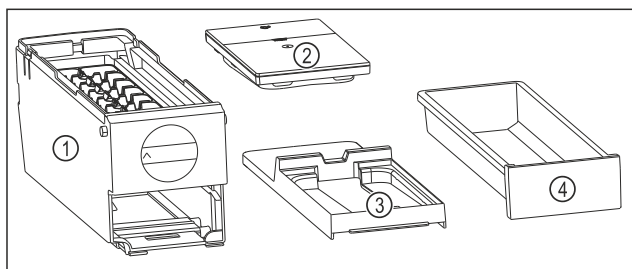

Fig. 78 Съставни части на EasyTwist-Ice
- ▷ EasyTwist-Ice е разглобен на четири части. (виж Fig. 78)
- ▶ Разглобявайте EasyTwist-Ice само на изобразените съставни части. (виж Fig. 78)
- ▶ Почистете корпуса на EasyTwist-Ice Fig. 78 (1) като едно цяло.